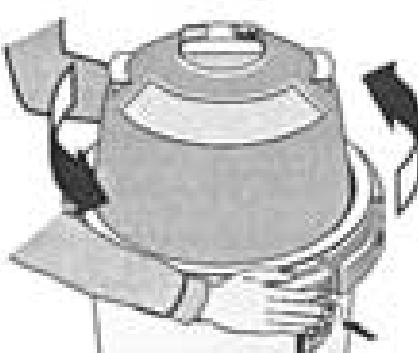

Abbildung 4 :
- a. Sicherheitslasche zum Filter tank eindrücken (siehe Abb. 4).